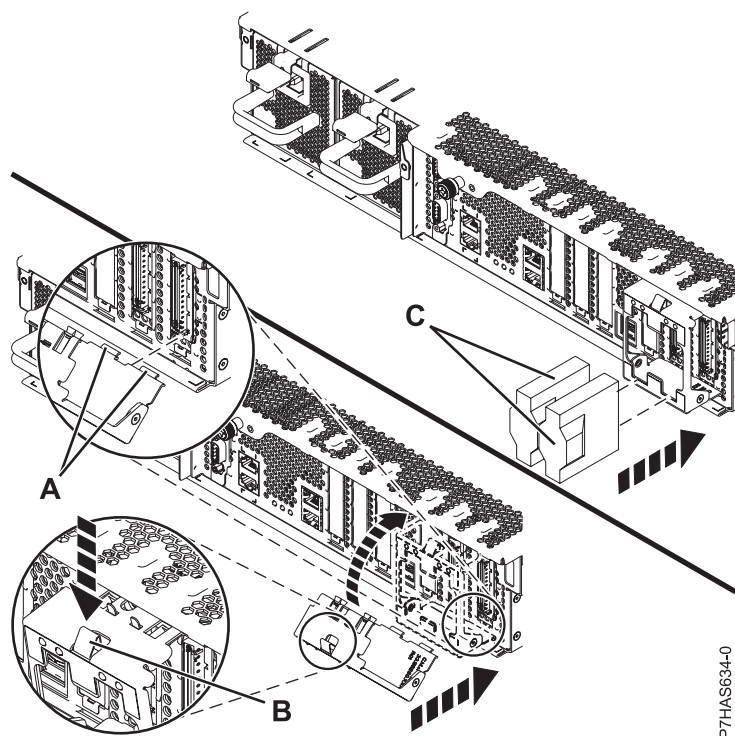

Figura 5. Instal·lació de la peça de subjecció de retenció de cables
16. Si es proporciona la peça de subjecció de retenció de cables **(A)**, que es mostra a Figura 5 a la pàgina 6, completeu els passos següents:
- b. Feu pivotar la peça de retenció del cable cap al xassís i premeu la brida de la peça de retenció (B) al forat del xassís per assegurar la peça.
17. Des de la part posterior del sistema, connecteu els cables de l'adaptador (C).